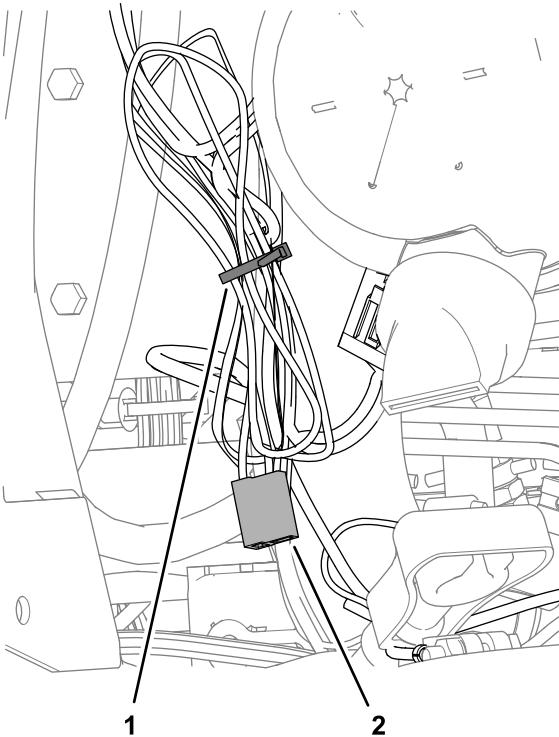

Bild 20
- Bündeln Sie den nicht verwendeten Stromkabelbaumzweig für die Kabel der Scheibenwaschanlagenpumpe, wie in Bild 20 abgebildet.
(Bild 20).